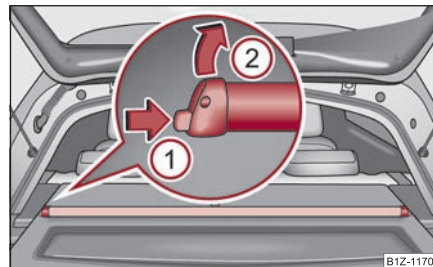

Fig. 67 Desmontar la cortinilla antisolar enrollable
- Desenganchar los elementos de fijación de la cubierta del maletero (C).
- Presionar el seguro en el sentido de la flecha (1) y sacar la cortinilla antisolar arrollable en el sentido de la flecha (2) ⇒ página 69, fig. 67. ■